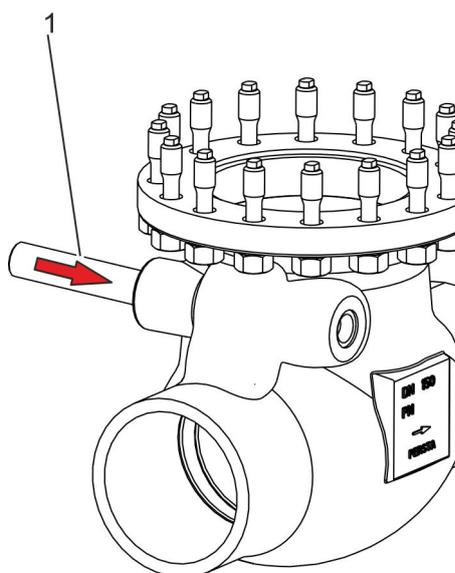

Abb. 30: Klappenwelle eintreiben
- 14.** ➤ Klappenwelle (Abb. 30/1) vorsichtig durch die Aufnahme im Plattenhebel in die gegenüberliegende Öffnung im Gehäuse treiben.